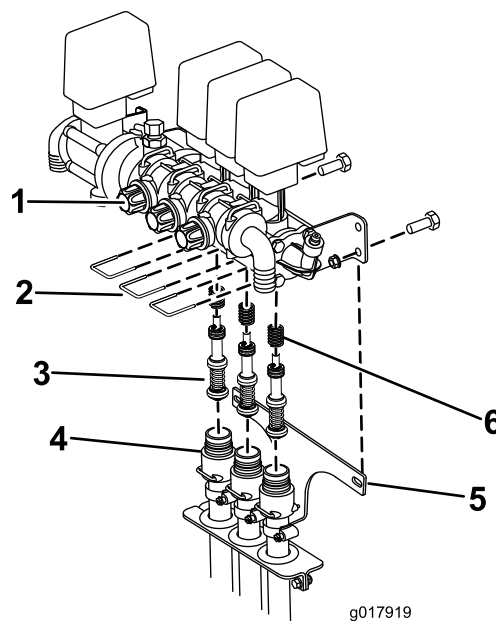

Figura 75
- B. Rimuovete le 3 forcelle che fissano le relative sedi al gruppo valvola (Figura 75).
- C. Togliete le due viti e i dadi che fissano le staffe del cablaggio del telaio dell'irroratrice (Figura 75). Abbassate i tubi dal gruppo valvola.
- D. Usate una chiave Allen per rimuovere le viti che fissano i gruppi pistone nel gruppo valvola. Non dimenticate le molle nella valvola (Figura 75).